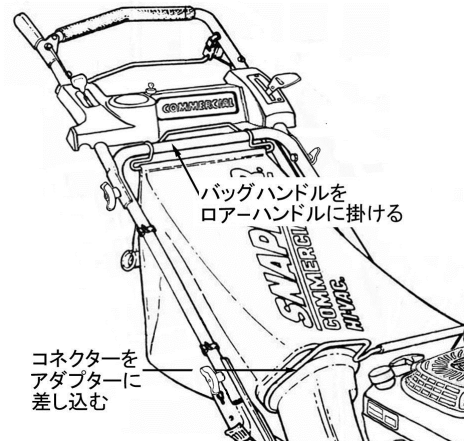

図4-9
1. 集草バッグを取り付けるには、アダプターにコネクターを上から差し込みます。そしてバッグハンドルをローハンドル上部に掛けます。(図4-9)